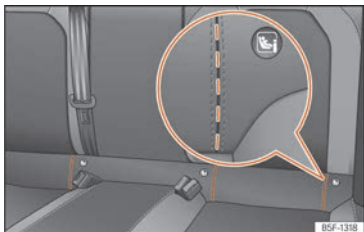

Fig. 32 Asiento trasero: ranuras troqueladas para acceder a las anillas de sujeción ISO-FIX/i-Size.
sujeción "ISOFIX". En algunos vehículos, las anillas van fijadas al armazón del asiento y en otros al suelo posterior. Las anillas "ISO-FIX" están ubicadas entre el respaldo y el cojín del asiento trasero »» fig. 32, »» fig. 33. Las anillas Top Tether están situadas en la zo-
- Proceda previamente a la apertura manual del troquelado situado detrás de las ranuras marcadas para tener acceso a las argollas de sujeción »» fig. 32.